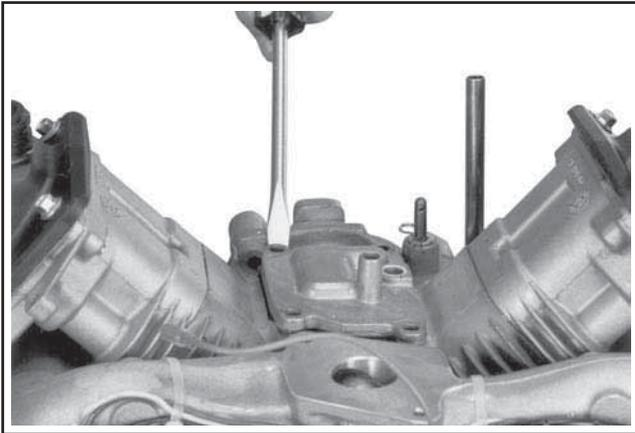

Figure 9-41. Rupture du joint d'étanchéité du couvercle du reniflard.
4. Passer un tournevis sous l'angle protubérant du couvercle du reniflard pour casser l'RTV ou le joint. Voir la Figure 9-41. Ne pas exercer de force sur les surfaces d'étanchéité car cela pourrait causer des dommages avec des fuites éventuelles. La plupart des moteurs utilisent un joint façonné plutôt que du produit scellant RTV.